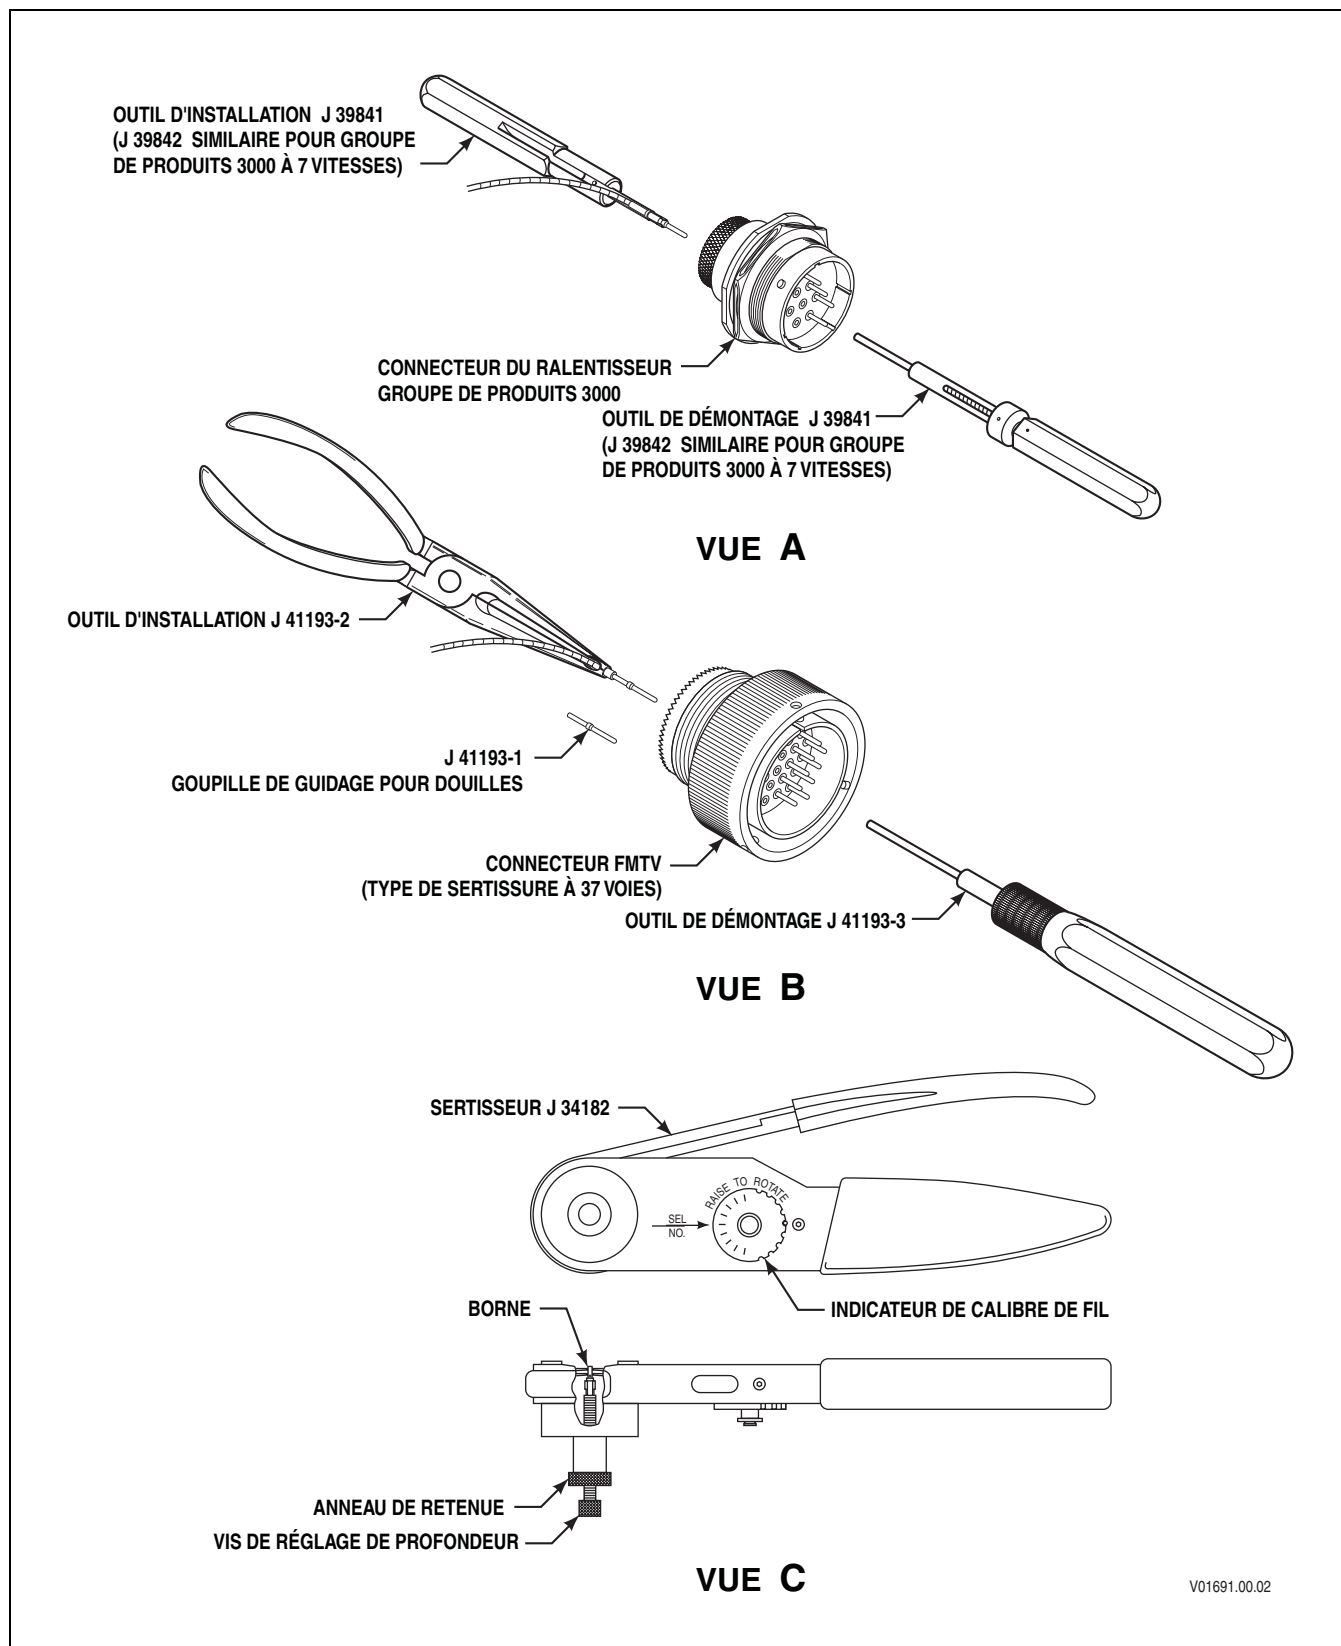

Figure E-14. Connecteurs ITT Cannon — Sertis (répartiteur de câblage et boîte de transfert à 6 voies)
B. Retrait des bornes (Figure E-14, vues A et B)
C. Sertissage des bornes (Figure E-14, vue C)